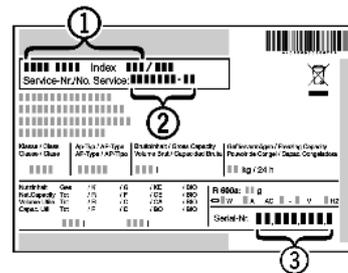

Fig. 12
- ▶ Identificați denumirea aparatului *Fig. 12 (1)*, numărul de service *Fig. 12 (2)* și numărul de serie *Fig. 12 (3)* pe marca de fabricație. Marca de fabricație se află pe partea stângă în interiorul aparatului.
- ▶ Informați serviciul de asistență a clienților și comunicați tipul defecțiunii, denumirea aparatului *Fig. 12 (1)*, numărul de service *Fig. 12 (2)* și numărul de serie *Fig. 12 (3)*.